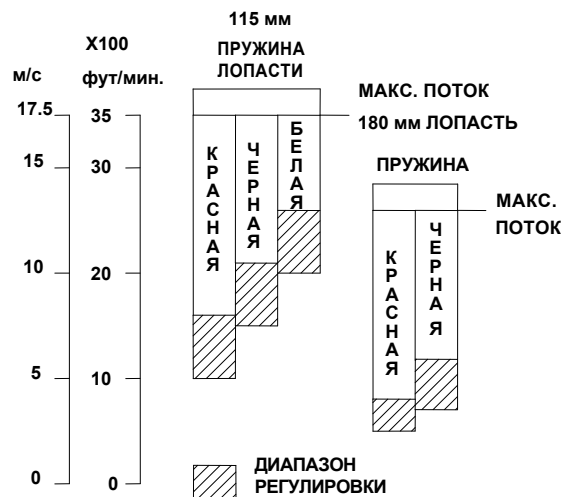

Рис. 3
На рис. 3 показаны значения скоростей потока для лопастей двух размеров. Используя эти данные можно выбрать лопасть, нужную вам.
4. Дополнительные пружины поставляются для покрытия всего диапазона работы от 2,5 до 12,5 метров в секунду (рис. 3). Они могут использоваться поодиночке или парами по желанию пользователя, при условии, что самая низкая уставка достаточна для безопасного возврата лопасти при отсутствии потока. Каждую пружину можно регулировать с помощью шестигранного винта М4, вращая его по часовой стрелке для увеличения натяжения и, таким образом, снижения чувствительности реле.